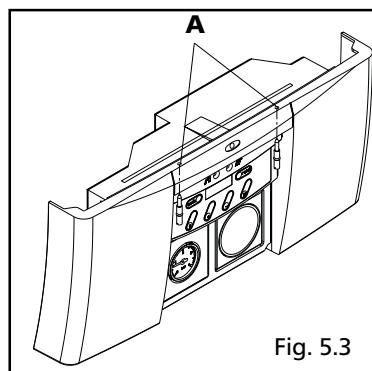

Fig. 5.3
- Aflojar con un destornillador recto los dos tornillos **A** de fijación del panel (fig. 5.3)
- Desa parafuse com uma chave de fendas os dois parafusos **A** de fixação do painel dos comandos (fig. 5.3)